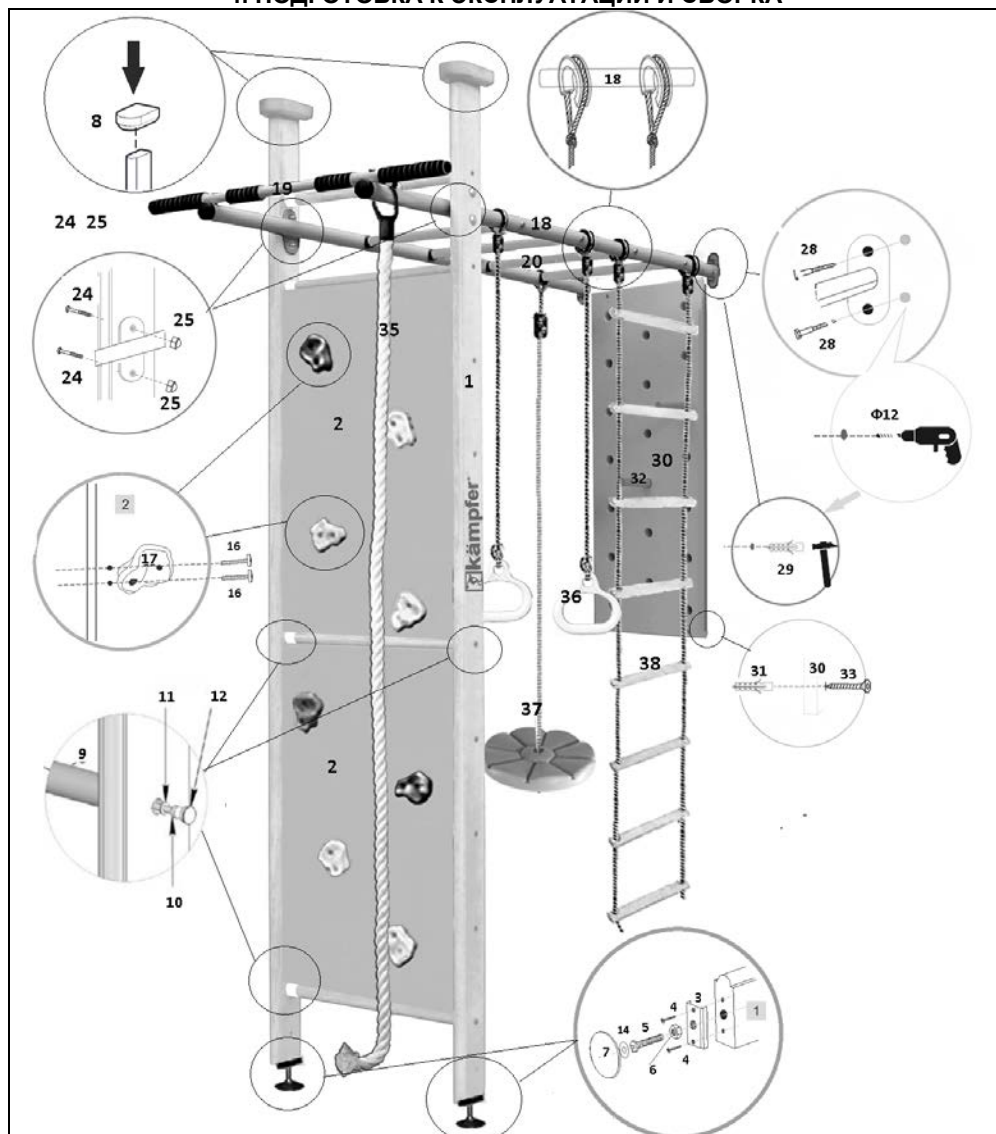

Рисунок 1
4.2.4. Разложить зеркально стойки (№1). Вставить ступени-поперечины (№9) в соответствующие отверстия стоек (№1) (рисунок 2). С помощью саморезов (№10) и шайб (№11) закрепить поперечины к стойкам. Установить заглушки (№12) (рисунок 1).
4.2.6. Выбрать место для установки Комплекса. Установить стойки шведской стенки вертикально болтами-домкратами (№5) на опоры нижние (№7). На верхних концах стоек шведской стенки установить декоративные упоры (№8) (Рисунок 1).
4.3.3. Установить кронштейны турника (№18) на лестницы и закрепить верхнюю часть в просверленных ранее отверстиях стоек, используя мебельные болты (№24) и гайки (№25) (рисунок 1).
4.3.4. Выбрать место для установки Комплекса. Приложить к стене кронштейны турника (№18), затем выровнять с помощью строительного уровня. Используя отверстия в кронштейнах Турника как шаблон, разметить на стене места под отверстия. Просверлить по полученной разметке отверстия диаметром 12 мм и забить дюбели 12х60 (№29). Затем закрепить кронштейны турника (№18) в просверленных ранее отверстиях, используя винты (№33) (рисунок 1).